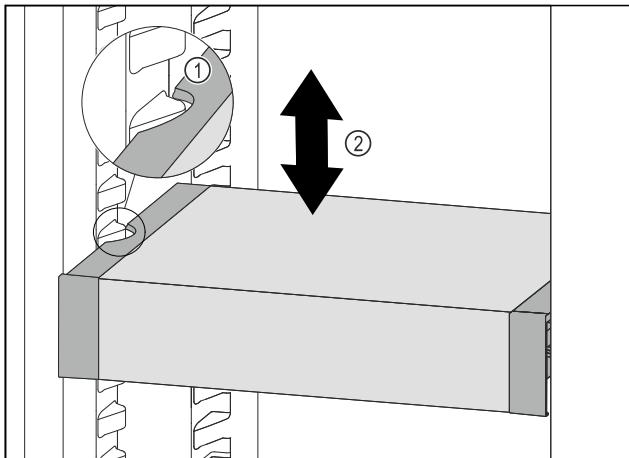

Fig. 127
- Тяните VarioSafe вперед, пока боковые выемки VarioSafe не окажутся на высоте выступа резервуара в холодильном отделении. Fig. 127 (1)
- Двигайте VarioSafe в холодильном отделении вверх или вниз, пока не будет достигнута требуемая высота. Fig. 127 (2)